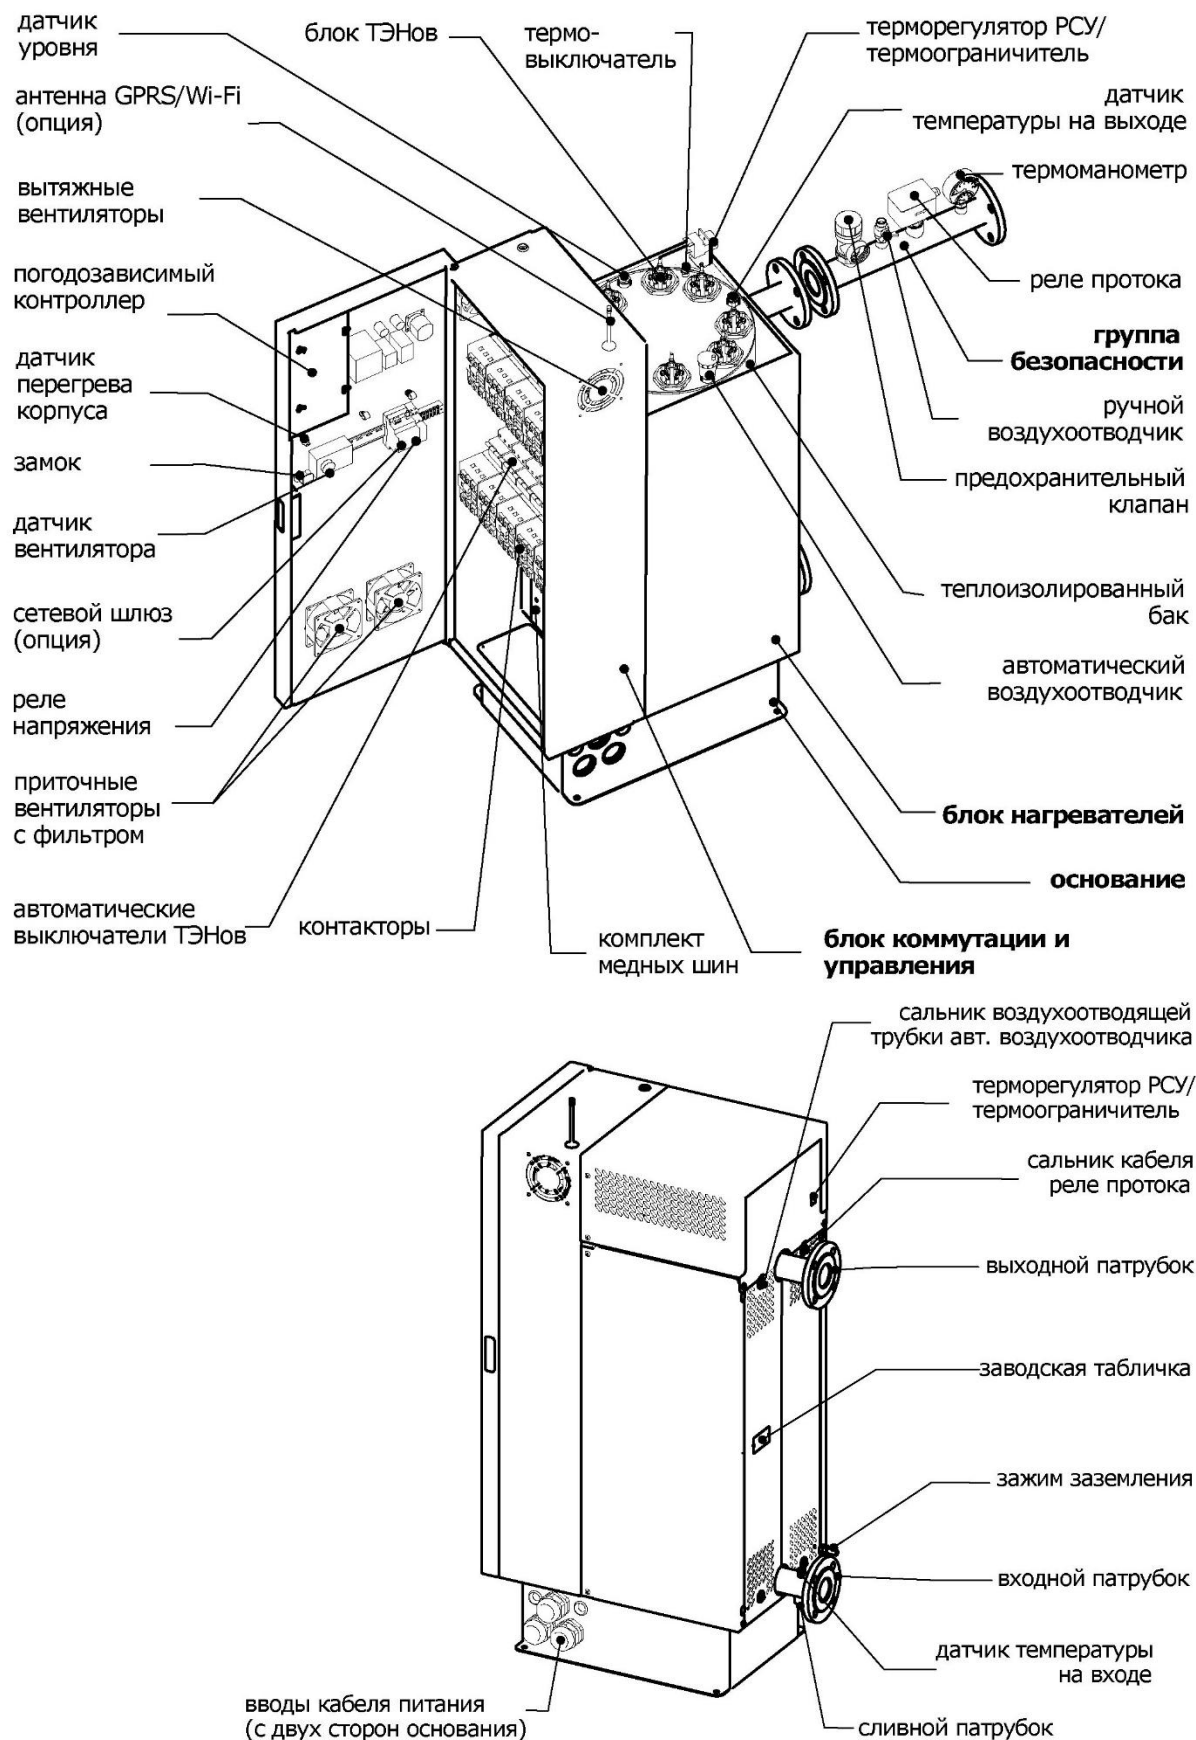

Рис. 2
4.2. Устройство электродкотла показано на рис. 2.
Электрокотёл состоит из блока коммутации и управления, блока нагревателей с блоками ТЭНов и основания. В блоке коммутации и управления размещены: медные шины для подключения к электросети, автоматические выключатели блок ТЭНов, контакторы, автоматический выключатель цепи управления. На двери БКУ смонтирован контроллер, реле напряжения, сетевой шлюз (опция), датчик перегрева корпуса, датчик вентилятора и вентилятор с фильтром. На корпусе БКУ может быть расположена внешняя антенна GPRS/Wi-Fi (опция). Блок нагревателей включает в себя теплоизолированный бак, в верхней части которого установлены блоки ТЭНов, автоматический воздухоотводчик, датчики уровня и температуры на выходе и термовыключатель. Термоограничитель/ терморегулятор РСУ установлен в блоке нагревателей с возможностью регулировки через вырез в крышке блока нагревателей (см. рис. 2).
6.16. Перед заполнением системы отопления закрутить до упора пластиковую пробку автоматического воздухоотводчика электродкотла (см. рис. 2), чтобы избежать его засорение. После удаления воздуха через ручной воздухоотводчик группы безопасности, пробку автоматического воздухоотводчика полностью выкрутить. Надеть воздухоотводящую трубку на штуцер автоматического воздухоотводчика электродкотла и зафиксировать её металлическим хомутом из комплекта поставки. Автоматический воздухоотводчик предназначен для сброса воздуха, образующегося в электродкотле в процессе эксплуатации. Если в трубопроводе системы отопления есть участок, расположенный выше уровня выходного патрубка электродкотла, то на этом участке необходимо установить дополнительные ручной и автоматический воздухоотводчики. Нельзя переставлять автоматический воздухоотводчик электродкотла на верхний участок подающего трубопровода.
6.20. Блок коммутации и управления допускается эксплуатировать отдельно от блока нагревателей (см. рис. 2), закрепив его на стене – раздельная компоновка электродкотла. Для этого необходимо: